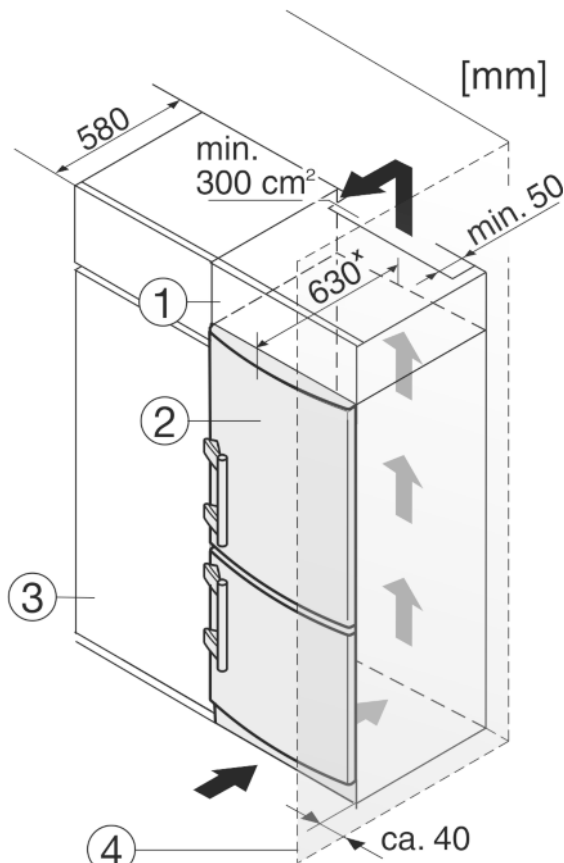

Fig. 9
(2) Устройство
(4) Стенка
Устройство может быть окружено предметами кухонной обстановки. Чтобы уравнять устройство Fig. 9 (2) по высоте с кухонной стенкой, можно установить над устройством соответствующий дополнительный шкафчик Fig. 9 (1).
При комбинировании с кухонными шкафами (глубина макс. 580 мм) устройство можно установить непосредственно рядом с кухонным шкафом Fig. 9 (3). Устройство выступает сбоку на 34 мм* и по центру на 50 мм* относительно передней стенки кухонного шкафа.
Если устройство установлено на шарнирах у стены Fig. 9 (4), то расстояние между устройством и стеной должно быть не менее 40 мм. Настолько выступает ручка при открытой дверце.